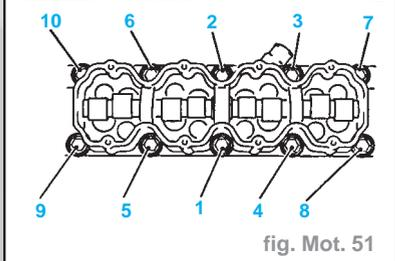

fig. Mot. 51
- Serrer les vis de culasse dans l'ordre représenté sur la figure (fig. Mot. 51). Utiliser une clé dynamométrique et l'outil **KM-470-B**. Couple de serrage : **2,5 daN.m + 60° + 60° + 60°**